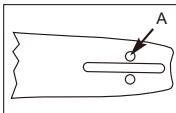

Fig. 3A
Pentru a vă asigura că bara și lantul primesc ulei, FOLOSITI NUMAI BĂRĂ ORIGINALĂ cu orificiu pentru ulei (A) conform ilustrației alăturate. (Fig.3A)